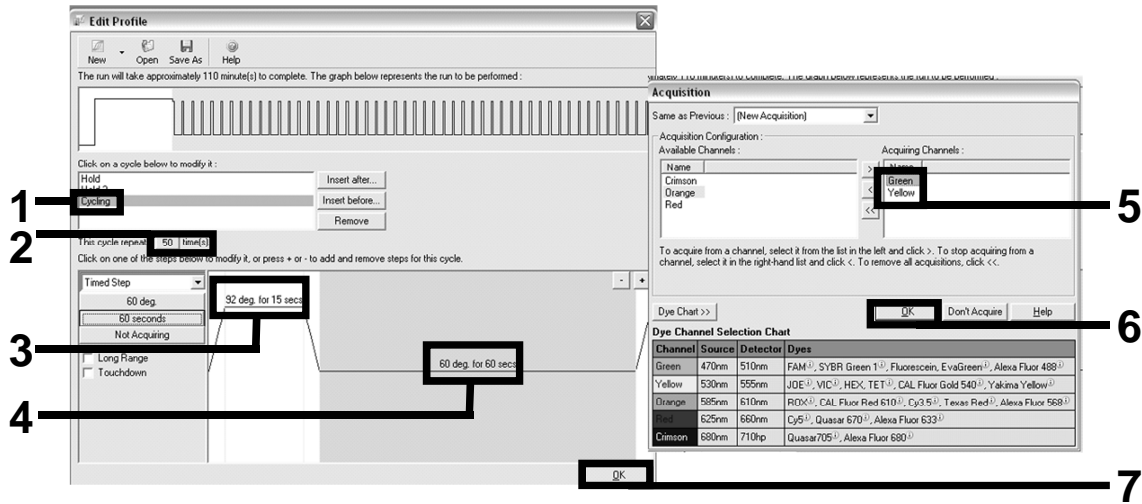

Figura 5. Amplificazione del DNA.
Amplificazione del DNA	Figura 5
13. Fare clic sul pulsante "Edit Profile" (Modifica profilo) nella finestra di dialogo successiva della procedura guidata e programmare il profilo delle temperature facendo riferimento alla Tabella 4 e alla Figura 5. Assicurarsi di aggiungere l'ultimo passaggio di acquisizione a 60°C per ogni ciclo, sia per il canale verde che per il canale giallo: Green (FAM) e Yellow (VIC).